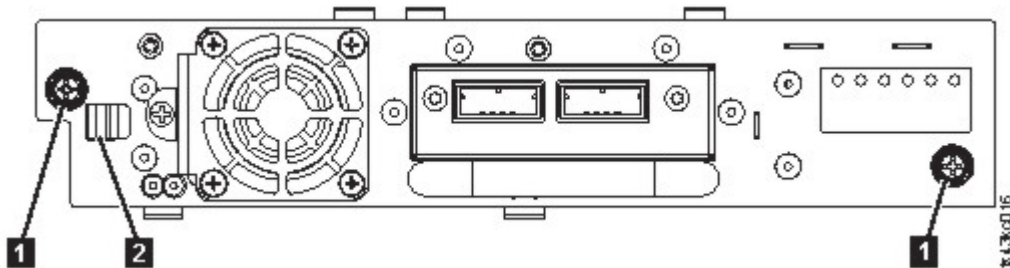

图 62. 解锁磁带机
- 拧松磁带机上的蓝色翼形紧固螺钉（图 62 中的 **1**）。将锁紧杆（图 62 中的 **2**）按到右边，向后拉动磁带机手柄，同时托住磁带机底部，将其从单元中取出。